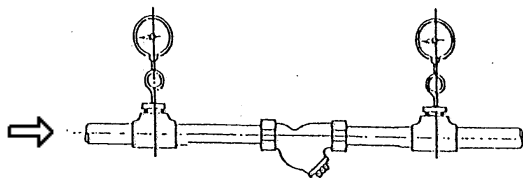

図 1
- (1) ストレーナの前後に圧力計を取り付けると、差圧により目づまりの状態を知ることができます。[7. 配管図例 図1参照]
- (2) 取付けは、キャップ部が下向きになるようにしてください。
[7. 配管図例 図 1参照]